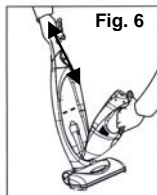

Fig. 6
2. Agrippez la poignée de l'aspirateur et tirez. (Fig. 6)
3. Afin de remplacer l'aspirateur dans le réceptacle du bloc-moteur, placez d'abord le fond de l'aspirateur sur le réceptacle. Inclinez-le ensuite vers le boîtier du bloc-moteur, jusqu'à ce que ce qu'il clique en position. (Fig. 6)